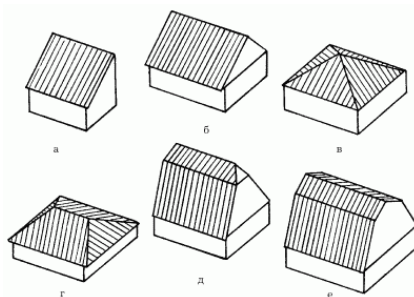

Рис. 1. Типы крыш: а – односкатная; б – двускатная; в – шатровая; г – вальмовая; д – полувальмовая; е – мансардная.
По конструкции каркаса скатная крыша может быть (рис. 1):
- односкатная, которая опирается на две противоположные стены, имеющие разную высоту (рис. 1, а);
- двускатная состоит из двух плоскостей, которые опираются на стены одинаковой высоты (рис. 1, б);
- шатровая, имеющая 4 одинаковых ската треугольной формы, вершины которых сходятся в одной точке (рис. 1, в);
- вальмовая, у которой боковые скаты трапециевидные, а торцевые скатные крыши имеют треугольную форму (рис. 1, г);
- полувальмовая имеет срезанные вершины над торцевыми стенками в виде треугольников (рис. 1, д);
- мансардная, состоящая из двух пологих скатов прямоугольной формы и двух крутопадающих, соединенных между собой под тупым углом (рис. 1, е).